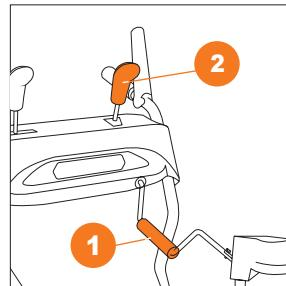

Рис. 22
- Модель **S 6560 / S 7565** для выбора направления выброса снега вращайте рукоятку ①, дальность выброса регулируйте перемещением рычага регулировки ② (Рис. 22).